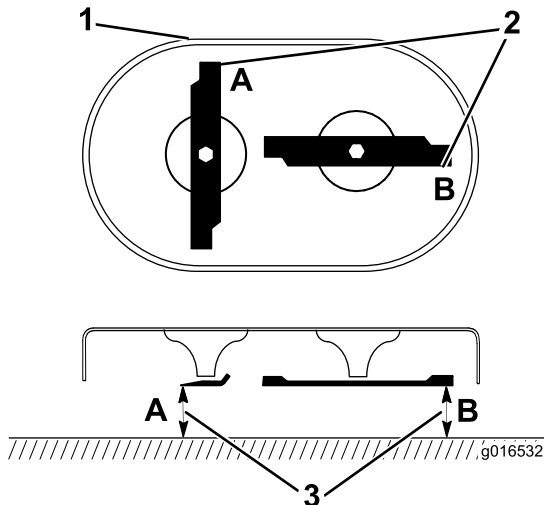

Figura 35
1. Rode as lâminas até que fiquem posicionadas como se mostra na Figura 35.
2. Meça a partir de uma superfície nivelada até às extremidades de corte nos locais **A** e **B**, (Figura 35) e anote ambas as dimensões.